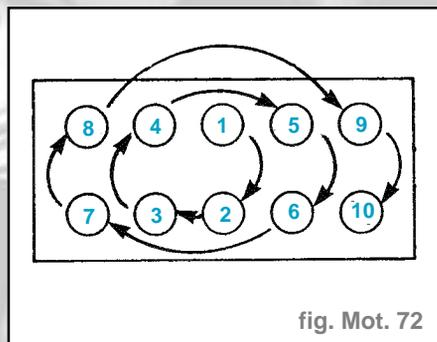

fig. Mot. 72
- Respecter l'ordre prescrit (fig. Mot. 72).